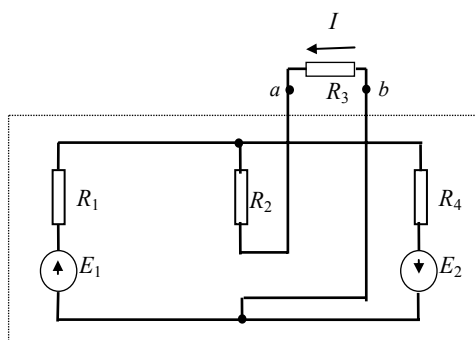

Рис. 2.2
д) ток, протекающий через резистор R_3 , методом эквивалентного активного двухполюсника (см. рис. 2.2);
- Каким образом влияет на напряжение холостого хода эквивалентного двухполюсника (рис. 2.2) резистор R_2 ?
- Изменится ли ток I_2 на рис. 2.2 в случае замены источника эдс E_2 на источник тока, со значением тока равного току в данной ветви до замены источника эдс?
- На основании данных полученных в п. 5(д) укажите, при каких номиналах резистора R_2 активный двухполюсник на рис. 2.2 будет работать в согласованном и номинальном режимах?